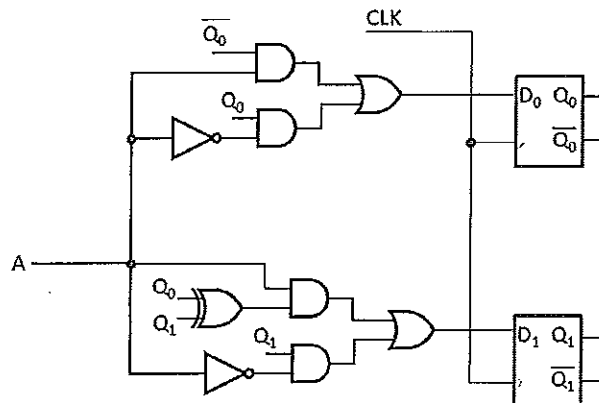

Figure 6
- 5.2.3 Soit le schéma de la figure 6. Tracer l'évolution des signaux Q_0 et Q_1 sur 13 périodes de l'horloge CLK. Utiliser le chronogramme de la page n°15 pour répondre. (6 points)